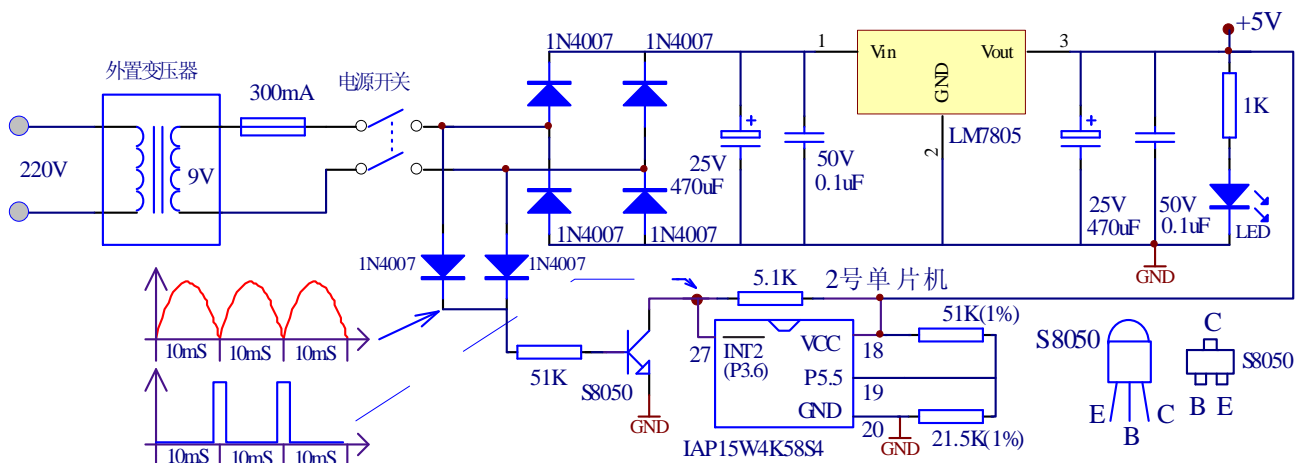

图 1-4 电源电路与 EEPROM 断电检测电路
1、电源电路与EEPROM 断电检测电路如图 1-4 所示，图 1-4 有 2 路断电检测电路，一路是通过二极管 1N4007 全波整流采样交流电，适用于各个型号的单片，可靠性很高，可用于大量数据的断电瞬间存储，另一路是电源 VCC 与 GND 间的电阻串联分压值送入比较器输入口 P5.5，这种方式硬件更加简单，但只能用于内部带比较器的 STC15W 系列单片机。